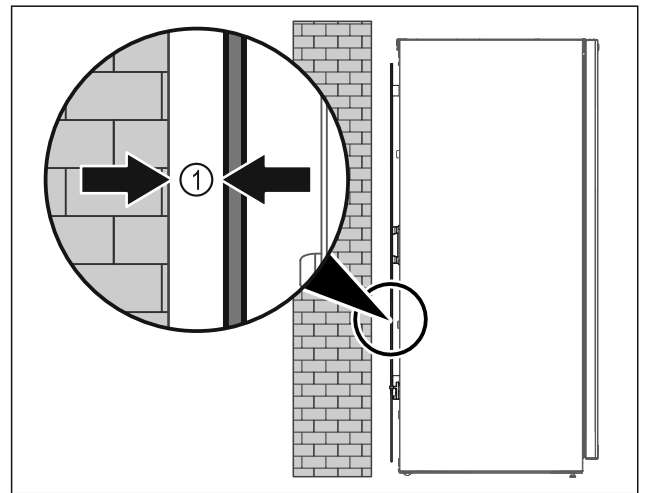

Fig. 47
▶ 冰箱可以自由放置在房间内，也可以直接靠墙壁放置，最小距离 5 mm Fig. 47 (1)。